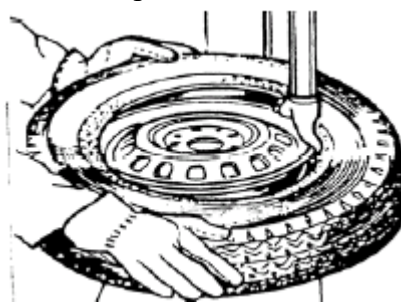

Рис. 8
- 6) Установите колесо таким образом, чтобы борт проходил ниже передней части монтажной головки и поднимался на край задней части монтажной головки (Рис.8).